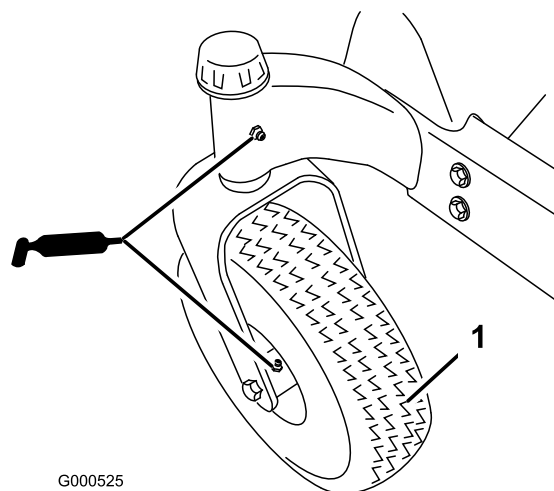
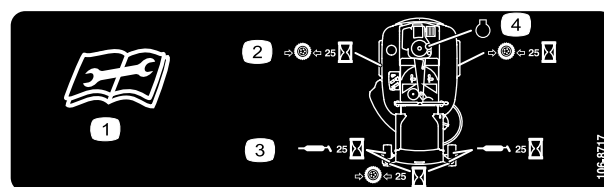

Figura 29
Figura 30
3. Pulite i raccordi d'ingrassaggio (Figura 29 e Figura 30) con un cencio, e togliete eventuali tracce di vernice davanti ai raccordi.
4. Collegate un ingrassatore a pressione a ciascun ingrassatore (Figura 29 e Figura 30). Pompate del grasso nel raccordo finché non inizia a fuoriuscire dai cuscinetti.